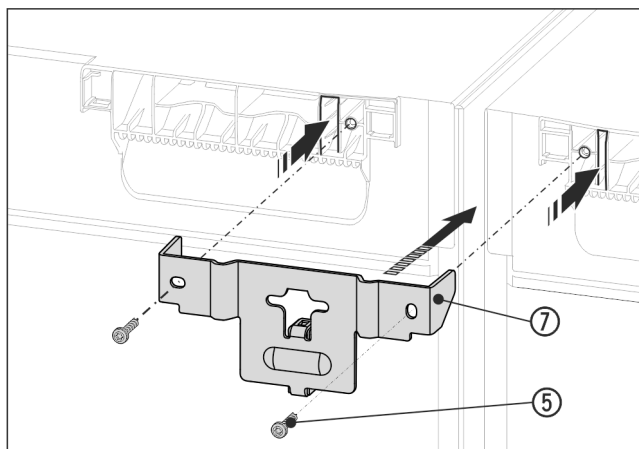

Fig. 16 Voorbeeld
- Hoekstuk Fig. 16 (7) met het afstandsstuk tussen de apparaten en met de lussen in de bovenkant van het apparaat schuiven. Met 2 schroeven Fig. 16 (5) vastschroeven.